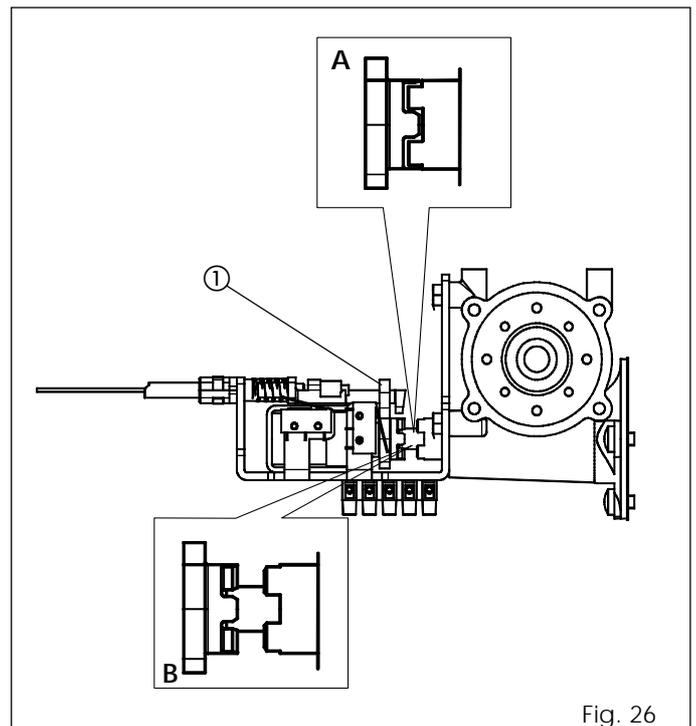
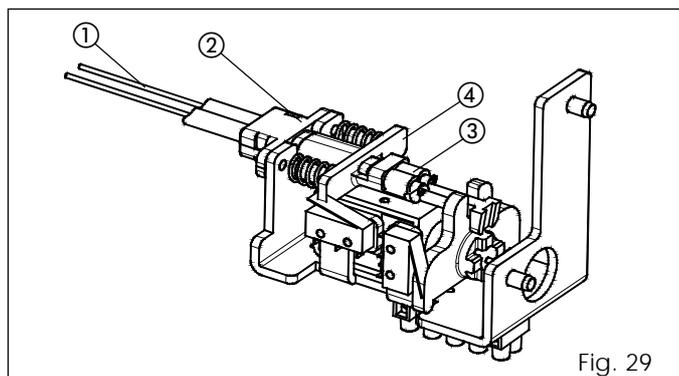

Fig. 26
Fig. 29
- Spingere manualmente la levetta (fig. 26 rif. ①) verso l' albero motore verificando il corretto ingranamento come da fig. 26 rif. A.
- Muovere la levetta (fig. 26 rif. ①) in senso verticale e verificare la presenza del gioco tra l' accoppiamento dell' albero motore e del blocco motore.
- Fare passare il cavo (fig. 29 rif. ①) all'interno del particolare ② lasciando in battuta la guaina.
- Inserire il cavo sul morsetto (fig. 29 rif. ③).
- Tirare il particolare ④ a battuta (comprimendo le molle) e avvitare la vite del morsetto ③ bloccando il cavo in acciaio.
- Verificare che l'innesto blocco motore sia libero dall'innesto albero motore (fig. 26 rif. B).